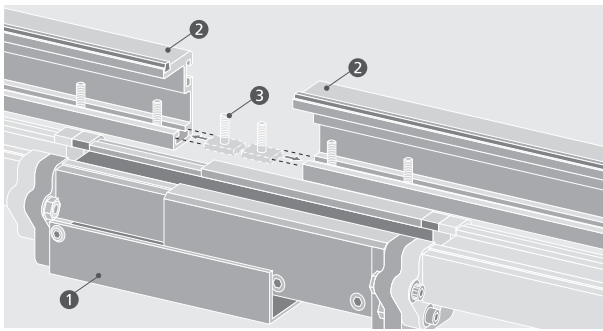

Abbildung 5.6.5
- Im Bereich der Kanallängenausgleicher (1) auf beiden Seiten der Förderstrecke eine Lücke von 15 cm in den Seitenabstützungen (2) lassen. An beiden Enden der Seitenabstützungen (2) jeweils eine Hammerkopfschraube (3) in die untere Nut einschieben. Kunststoffgleitprofile in Richtung der Lücke anfasen. (Abb. 5.6.5)